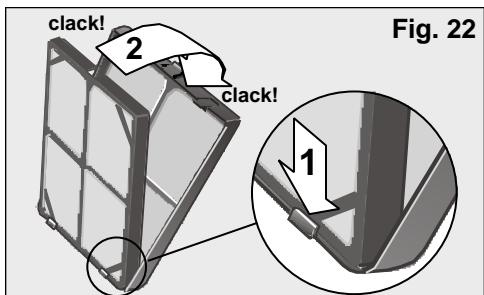

Fig. 22
- Introducir el filtro doble activo + posicionador en el filtro base como se muestra en la **Fig. 22**, teniendo en cuenta que en primer lugar deberá encollarlo en las patillas inferiores.